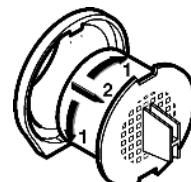

Fig. 23
► Поверните фильтр с активированным углем на 90° вправо или влево Fig. 23 (1).
► Извлеките Fig. 23 (2) фильтр с активированным углем.
► Поверните новый фильтр с активированным углем на 90° вправо или влево Fig. 23 (1) до защелкивания фиксатора.